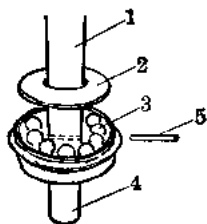

图 5
3. 玩具电动机小风扇的转动部分也设在支承轴上，平面轴承可以自制，如图 5。用一个自行车脚踏板转轴顶端的小铁帽做轴承座，